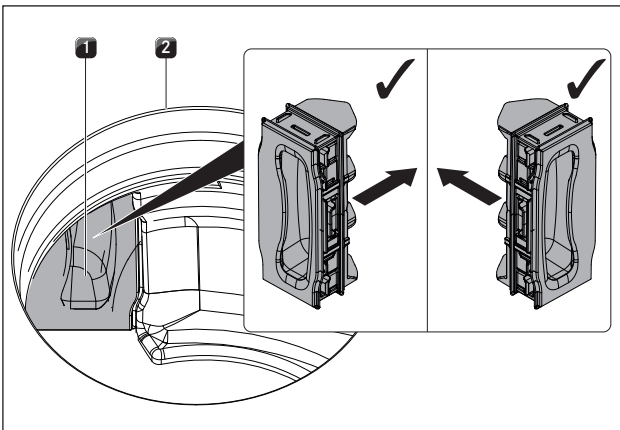

Abb. 8.11 Filterwechselklappe einsetzen
- ▶ Drücken Sie im Inneren der Einströmöffnung die Filterwechselklappe bis zum Anschlag in die Öffnung des Filtergehäuses (Filterwechselklappe einsetzen s. Abb. 8.11).